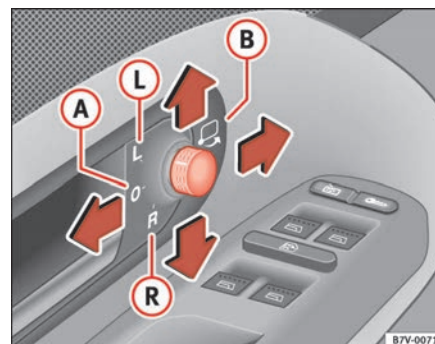

Fig. 81 Retrovisor interior antideslumbrante automático
Esta función se puede activar y desactivar pulsando el mando del retrovisor interior ⇒ página 126, fig. 81 ①. Cuando está activada, se enciende el testigo ②. ■